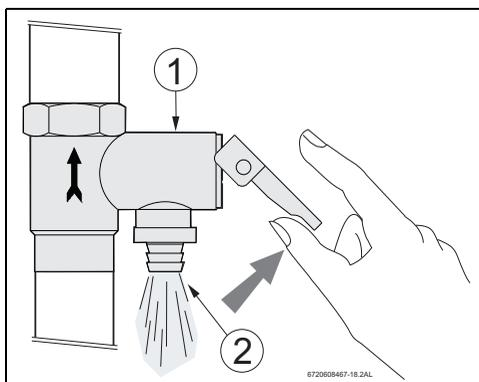

Fig. 54 Soupape de sécurité
- ▶ Ouvrir la soupape de sécurité au moins une fois par mois (→ fig. 54) pour garantir sa fonctionnalité.